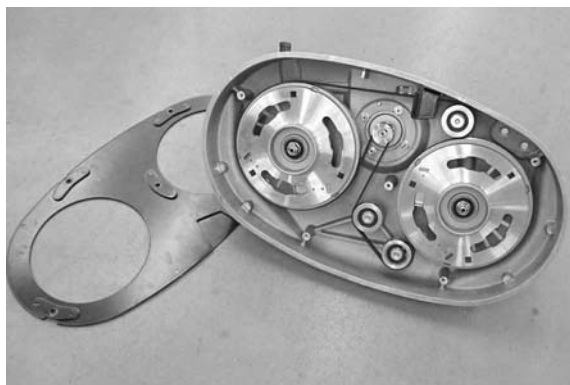

FIG. 70
4. Posez avec précaution la tête de brossage, avec la face inférieure vers le haut et retirez le carter de courroie; une clé de 10 mm est requise (Figure 70).